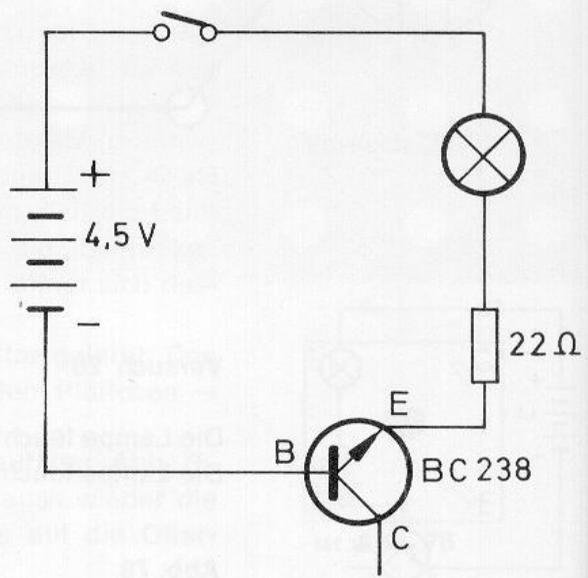

Abb. 81
Wenn du einmal die beiden Schaltbilder Abb. 79 und 83 betrachtest, bei denen die Lampe leuchtete, fällt dir sicher auf, daß die Basis (B) des weißen Transistors jeweils mit dem Plus-Pol der Batterie verbunden war. Bei dem weißen Transistor ist es also genau umgekehrt wie bei dem blauen Transistor: Die „Tür“ läßt sich nur öffnen, wenn die Elektronen vom Emitter oder vom Kollektor zur Basis fließen. In der anderen Richtung läßt sie sich nicht öffnen, deshalb leuchtet die Lampe nicht. Das war bei den Versuchen 27 und 29 der Fall. Du siehst auf den Schaltbildern Abb. 81 und 85, daß die Basis mit dem Minus-Pol der Batterie verbunden ist. Zwischen dem Kollektor und dem Emitter ist auch wieder die „Sperre“ durch die Schranke wirksam (Abb. 87). Es fließt deshalb auch kein Strom.